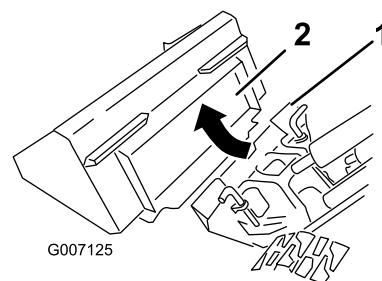

Figura 31
4. Coloque la placa de montaje debajo del reborde superior de la placa receptora del accesorio (Figura 31).